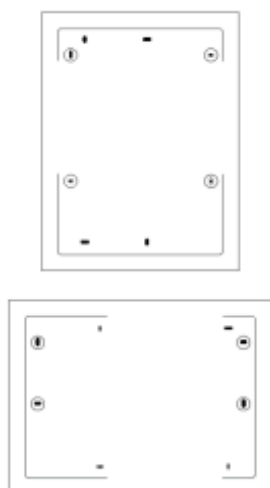

Figura 3
- Sull’imballo è stampata la dima di foratura: mettere il cartone nel punto esatto di installazione del termo arredo quindi forare nei punti indicati nella stampa (vedi figura 3) (attenzione al tipo di installazione: verticale o orizzontale).